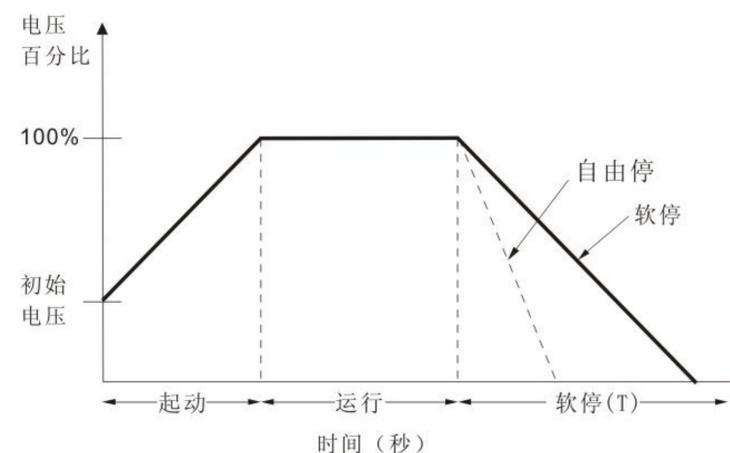

图6-6
- ① 代码F2不设为0时,为软停机模式。图6-6为软停车模式的输出电流波形,T由代码F2设置软停时间。在这种停机模式下,电动机的供电由旁路接触器切换到软起动器的晶闸管输出,软起动器的输出电压由全压逐渐减小,使电机转速平稳降低,以避免机械震荡,直到电动机停止运行软停机时的输出截止电压等同于起动时的起始电压。
- ② 软停机模式可减少和消除水泵类负载的喘振及减少软停时的大电流冲击,此软停限流值是在起动限流基础上计算的百分比。